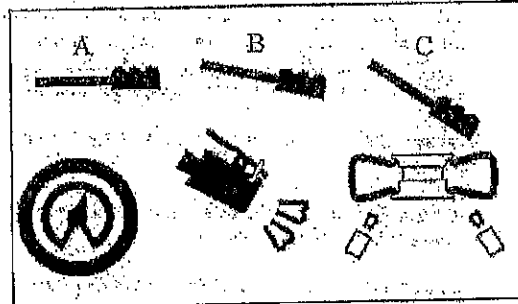

Fig 14
- Appuyer sur la pédale de gonflage dans la position Intermédiaire (B - Fig. 14).
- Appuyer à fond la pédale (C - Fig. 14). Un jet d'air puissant sortira des buses qui se trouvent sur les support coulissants en permettant le talonnage.
- Relâcher le pneumatique et soulever doucement le pied pour remettre la pédale de gonflage dans la position Intermédiaire (B - Fig. 14).